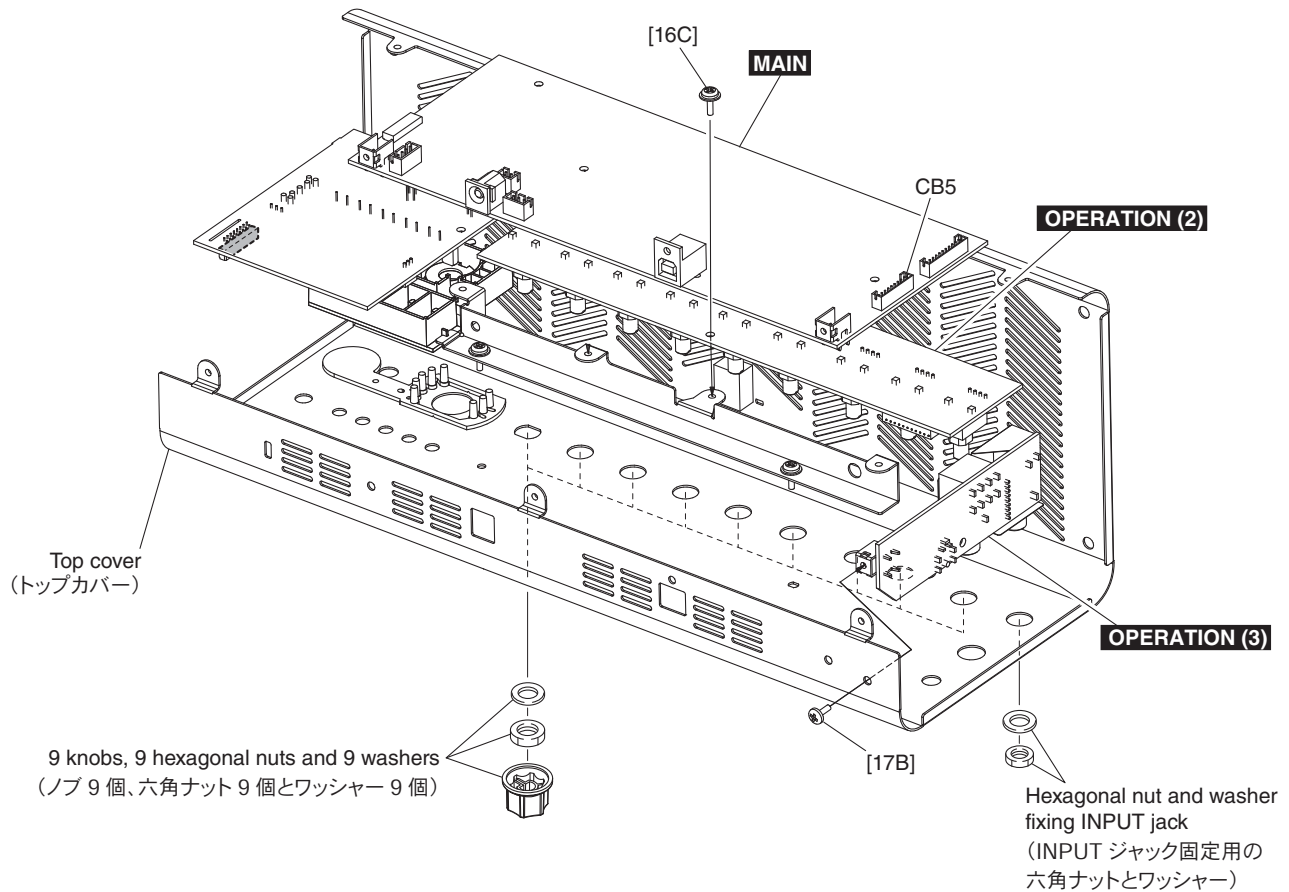

Fig. 4 (図 4)
4. OPERATION (2) Circuit Board (Time required: About 5 minutes)
- 4-3 Remove the nine (9) knobs, nine (9) hexagonal nuts and nine (9) washers underneath each knob. (Fig. 4)
- 4-4 Remove the screw marked [16C]. The OPERATION (2) circuit board can then be removed. (Fig. 4)
5. OPERATION (3) Circuit Board (Time required: About 3 minutes)
- 5-2 Remove the hexagonal nut and washer fixing INPUT jack, and screw marked [17B]. The OPERATION (3) circuit board can then be removed. (Fig. 4)
- 5-3 Disconnect the connector assembly from CB5 on the MAIN circuit board. (Fig. 4)
4. OPERATION (2) シート (所要時間: 約 5 分)
- 4-3 ノブ 9 個、各ノブの下の六角ナット 9 個とワッシャー 9 個を外します。(図 4)
- 4-4 [16C] のネジを外し、OPERATION (2) シートを外します。(図 4)
5. OPERATION (3) シート (所要時間: 約 3 分)
- 5-2 INPUT ジャック固定用の六角ナットとワッシャー、[17B] のネジを外し、OPERATION (3) シートを外します。(図 4)
- 5-3 MAIN シートの CB5 から束線を外します。(図 4)